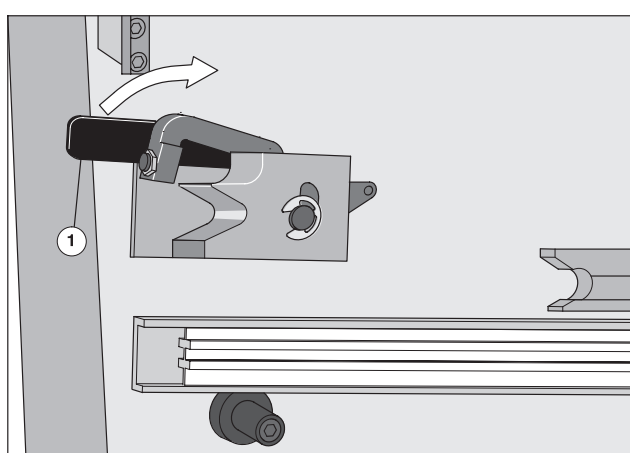

Рис. 53 Фиксация нумератора
- 5 Блокирующий рычаг на стороне привода (Рис. 53/①) и на стороне обслуживания нажать до упора по направлению к самонакладу.